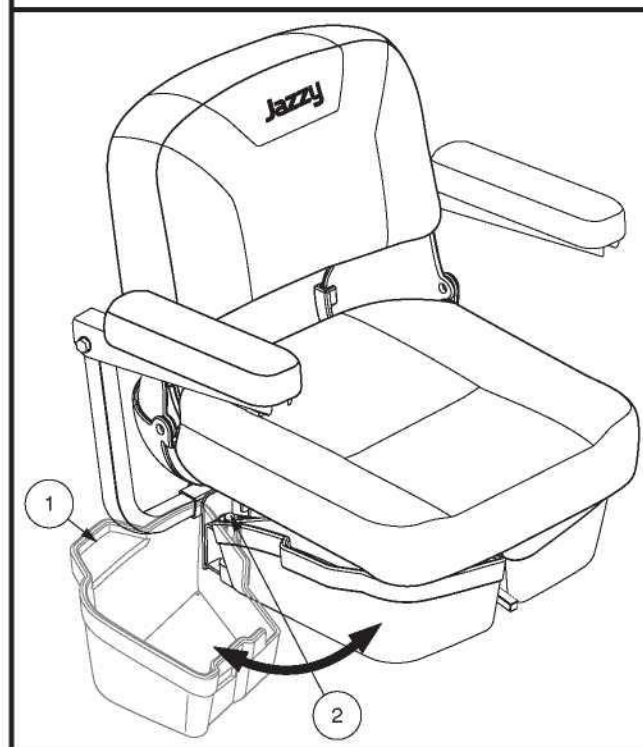

Figure 28. Stockage sous le siège
1. Soulevez légèrement le loquet situé sur le côté du bac de stockage sous le siège (**voir figure 28**) et pivotez le bac de stockage sous le siège vers l'extérieur et hors du Travel Scooter.
1. Soulevez légèrement le loquet situé sur le côté du bac de stockage sous le siège (**voir figure 28**) et pivotez le bac de stockage sous le siège vers l'extérieur et hors du Travel Scooter jusqu'à qu'il soit complètement ouvert.
2. Si équipé, retirer le stockage sous le siège. **Voir la figure 28.**
7. Si équipé, installez le stockage sous le siège. **Voir la figure 28.**